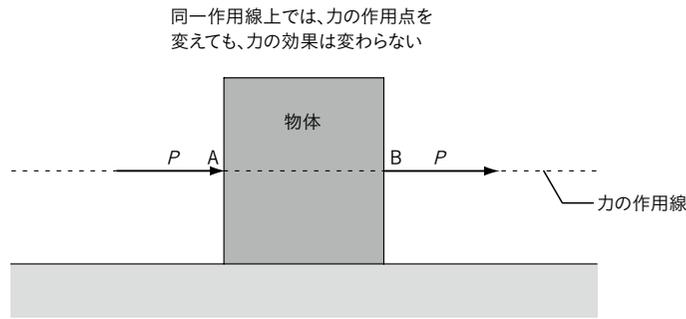

図3 力の移動性の法則
(3) 作用線上を移動しても、剛体に作用する力の効果は変わらない。これを力の移動性の法則という。[図3]